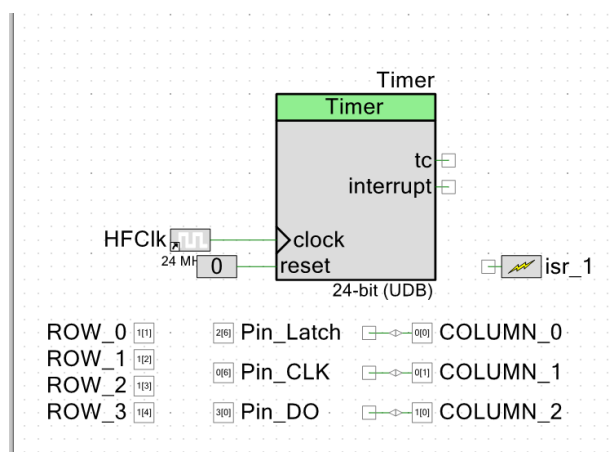

Рисунок 3 – Компоненти Timer [v2.80] та Interrupt [v1.71]
4. Переходимо на вкладку **TopDesignn.cysch**. Редагуємо проєкт видаливши компоненти Лабораторної роботи №1 та №2, а саме Button, LED_R, LED_B, LED_G та SW_Tx_UART. З каталогу **Cypress** додаємо на схему таймер **Timer [v2.80]** (підкаталог Digital, папка Functions) та з підкаталогу System, компоненту **Interrupt [v1.71]** (рис. 3).